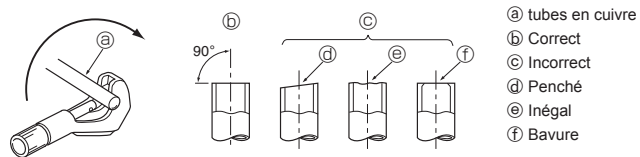

Fig. 5-2
5.2.1. Couper le tuyau (Fig. 5-2)